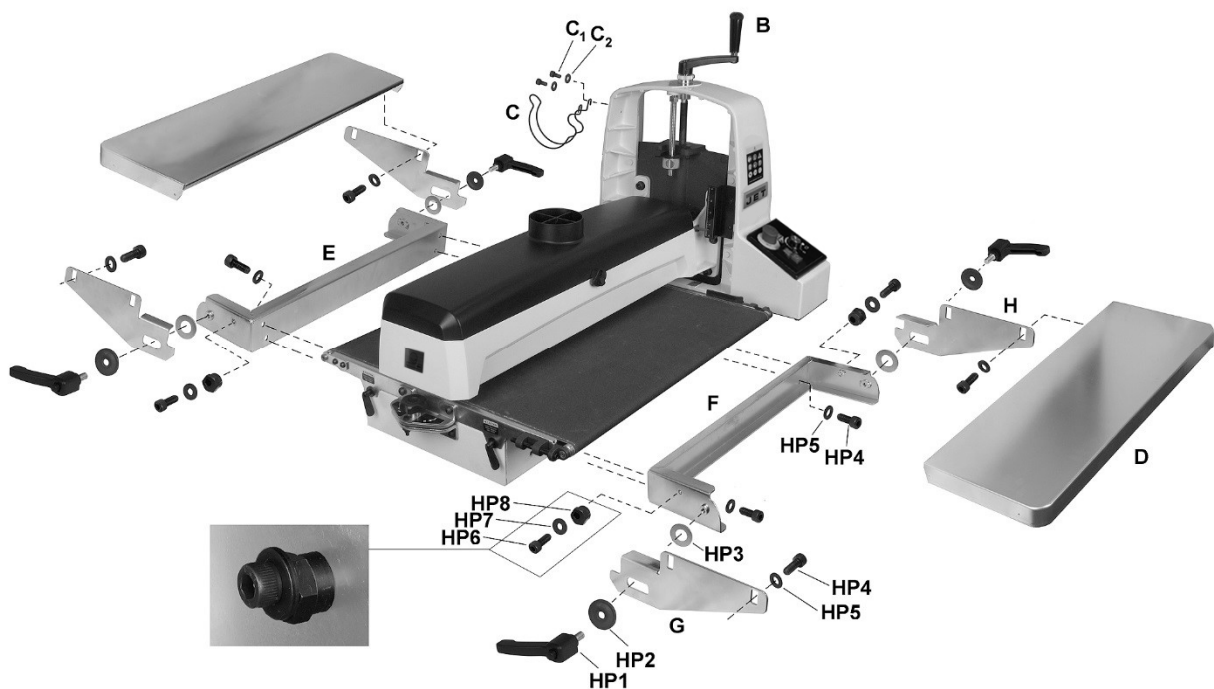

Figure 6-3: Montage ponçuse avec tables d'entrée / sortie (en option)
1. Installez la poignée de réglage de hauteur (B, Fig 6-3) et serrez la vis de réglage.
2. Installez le support tuyau (C) avec les vis et les rondelles (C1 / C2).
1. Installez les supports d'entrée et de sortie (L, Figure 6-3) sur les trous filetés dans la base de la ponçuse avec des rondelles plates et des vis à tête à six pans creux (HP4/5). Veillez à ce que les supports droit et gauche soient orientés comme montré. Les supports doivent s'appuyer sur la base.